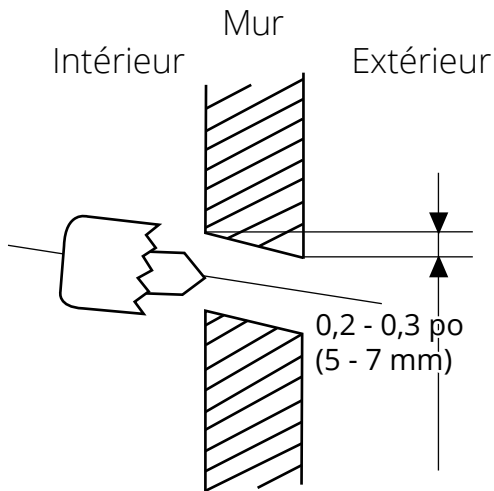

Fig.3.2
2. À l'aide d'une foreuse carottée de [76,2 mm (3 po) pour les unités 24K et 65 mm (2,5 po) pour toutes les autres], percez un orifice dans le mur. Assurez-vous que l'orifice est percé légèrement vers le bas, de sorte que l'extrémité extérieure du trou soit plus basse que l'extrémité intérieure d'environ 5mm à 7mm (0,2 à 0,275 po). Ceci assurera un bon drainage de l'eau. (Voir **Fig. 3.2**).